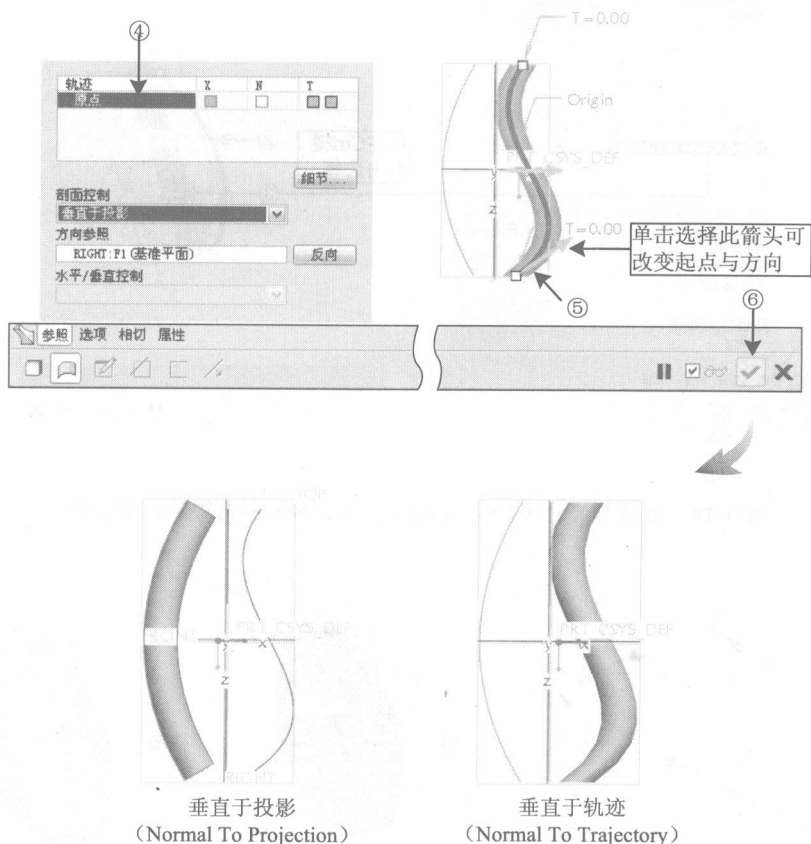

图 1-17 垂直于投影 (Normal To Projection) 的结果与差异
这样窗口内的截面会由原本垂直路径转变为垂直RIGHT面。为了方便进行恒定法向 (Constant Normal Direction) 选项的说明, 下面再将路径改变为右侧的曲线, 单击确定即可完成编辑, 流程④~⑥以及与前面的差异如图 1-17 所示。